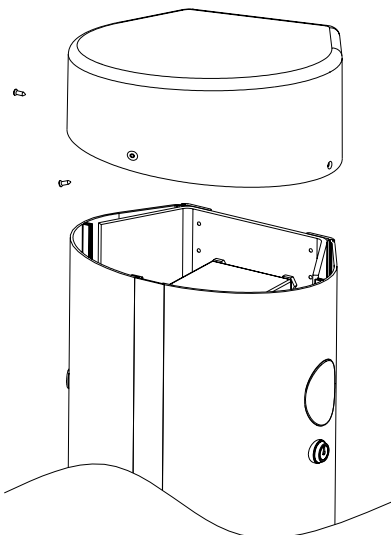

Abb. 3
- Durch die Lösung der Schrauben die obere Abdeckhaube abnehmen (Abb. 3).